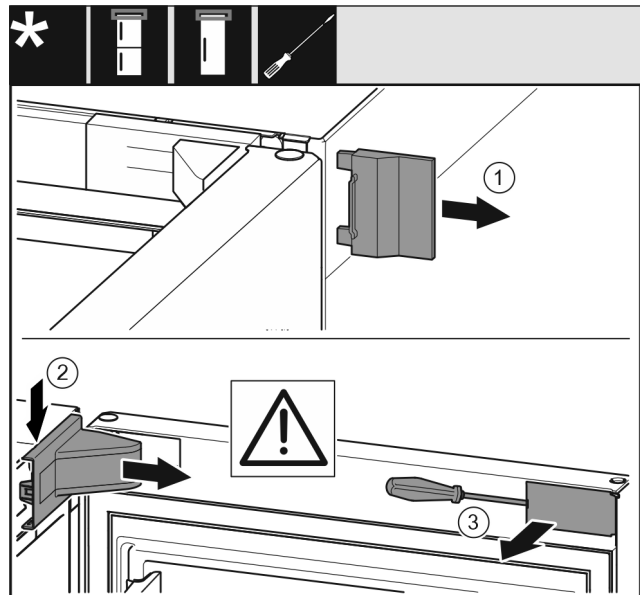

Fig. 6
- ▶ Зніміть зовнішню кришку. Fig. 6 (1)
- ▶ Звільніть і ослабте кришку опорного кронштейна. Зніміть кришку опорного кронштейна. *Fig. 6 (2)*
- ▶ За допомогою шліцевої викрутки звільніть від фіксатора та поверніть убік накладку. *Fig. 6 (3)*